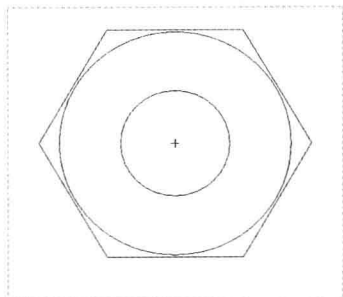

图 2-103 图形文件
Step 01 按【Ctrl+O】组合键, 打开图形文件, 如图 2-103 所示。